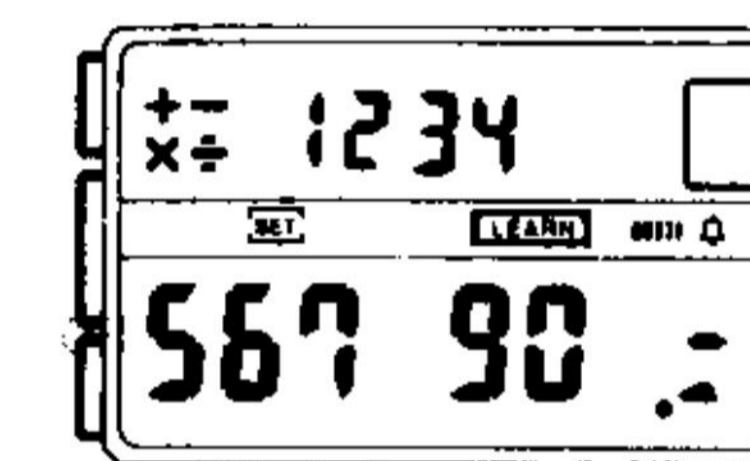

Figura 1
- Después de terminar de almacenar los datos, la marca de botón correspondiente desaparecerá del visualizador del reloj (Figura 1).